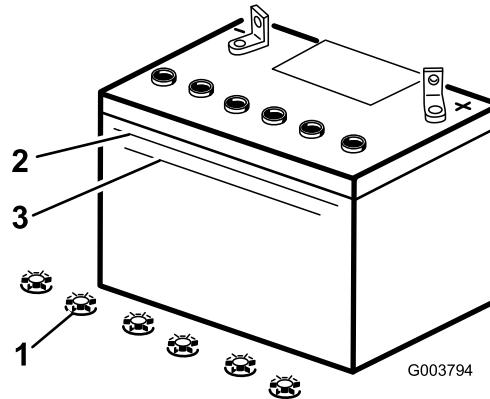

Рисунок 38
3. Посмотрите на боковую стенку аккумулятора. Уровень электролита должен доходить до линии Upper (Верхний) (Рисунок 38). Следите за тем, чтобы уровень электролита опустился ниже линии Lower (Нижний) (Рисунок 38).
3. Снимите крышки заливных горловин аккумулятора (Рисунок 38).
электролита не дойдет до линии Upper (Рисунок 38) на корпусе аккумулятора.
- После заполнения банок аккумулятора подождите пять или десять минут. В случае необходимости добавьте дистиллированную воду, пока уровень электролита не дойдет до линии Upper (Рисунок 38) на корпусе аккумулятора.